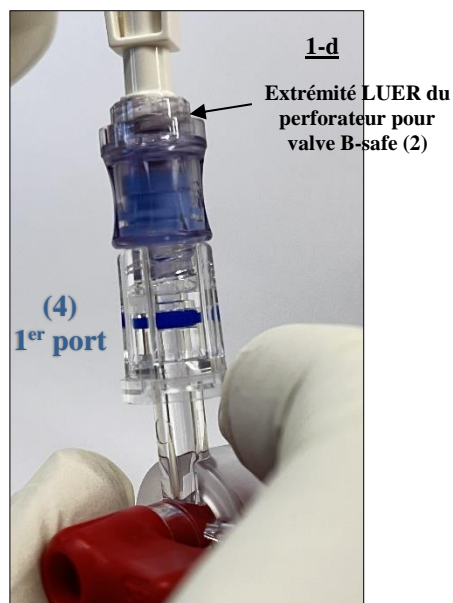

Fig. 11 Connexion de l'extrémité LUER du perforateur pour valve B-safe (2) au premier port de la rampe de robinets (4) après retrait du bouchon
**1-d)** Retirez le bouchon de l'adaptateur LUER au niveau du premier port de la rampe de robinets (4). Puis, connectez l'extrémité LUER du perforateur pour valve B-safe (2) au premier port de la rampe de robinets (4). (Voir Fig. 11.)